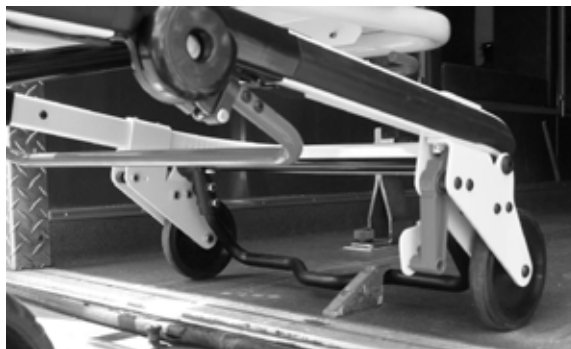

Abbildung 16 - Vom Sicherheitshaken betätigter Sicherheitsbügel
2. Die Trage nach vorne schieben, bis sich die Laderollen auf dem Boden des Patientenabteils befinden und der Sicherheitsbügel den Sicherheitshaken passiert hat (Abbildung 16).